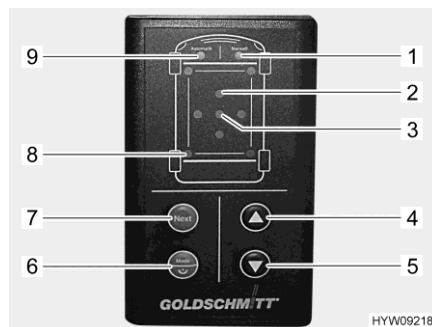

Fig. 47 Elemento di comando (piedini di stazionamento idraulici)
Quando la pendenza del veicolo è troppo elevata, il LED rosso "Inclinazione" (Fig. 47,2) lampeggia. Scegliere posizioni di sosta idonee; qualora non siano adatte, l'utilizzo dei piedini di stazionamento è a proprio rischio e pericolo.
Se a causa di un avvallamento del terreno viene raggiunta la lunghezza massima di uno dei piedini di stazionamento estratti, i LED "Funzionamento manuale" (Fig. 47,1) e "Modalità automatica" (Fig. 47,9) lampeggiano tre volte. In tal caso, chiudere i piedini di stazionamento, posizionare un supporto sotto il piedino interessato e ripetere la procedura.
- Tenere premuto per più di 1 secondo il tasto "On/Off/modalità di funzionamento" (Fig. 47,6). Dopo l'accensione, viene emesso un segnale acustico e il LED "Modalità automatica" (Fig. 47,9) si attiva.
- Premere brevemente il tasto "On/Off/modalità di funzionamento" (Fig. 47,6). La modalità di funzionamento può essere impostata su funzionamento manuale o modalità automatica. Il LED corrispondente (Fig. 47,1 o Fig. 47,9) si illumina.
- Premere il tasto "Apertura" (Fig. 47,5). La procedura di regolazione viene eseguita autonomamente. I LED "Piedino di stazionamento" (Fig. 47,8) lampeggiano quando i piedini di stazionamento sono in movimento.
- Se il veicolo è dotato di puntelli ribaltabili: Il movimento dei piedini di stazionamento si arresta dopo che questi sono stati ribaltati per consentire di posizionare sotto un supporto. Il LED "Modalità automatica" (Fig. 47,9) lampeggia rapidamente.
- Premere di nuovo il tasto "Apertura" (Fig. 47,5). La procedura di regolazione prosegue.
- Premere il tasto "Chiusura" (Fig. 47,4). I piedini di stazionamento si ritraggono completamente. I LED "Piedino di stazionamento" (Fig. 47,8) lampeggiano quando i piedini di stazionamento sono in movimento.
- In modalità automatica, premere brevemente il tasto "On/Off/modalità di funzionamento" (Fig. 47,6). Il LED "Funzionamento manuale" (Fig. 47,1) si illumina.
- Prestare attenzione ai LED "Inclinazione" (Fig. 47,2). Se un LED è illuminato, significa che il veicolo deve essere sollevato in corrispondenza del lato indicato.
- Premere il tasto "Next" (Fig. 47,7) fino a quando viene selezionato il paio di piedini di stazionamento desiderato. I relativi LED "Piedino di stazionamento" (Fig. 47,8) si illuminano.
- Premere il tasto "Chiusura" (Fig. 47,4) o "Apertura" (Fig. 47,5) fino al raggiungimento della posizione desiderata.
- Premere di nuovo il tasto "Next" (Fig. 47,7) fino a quando viene selezionato un altro paio di piedini di stazionamento. Proseguire con la procedura fino al completo allineamento del veicolo. Il veicolo è allineato quando il LED verde "Posizione ok" (Fig. 47,3) si illumina.
- Premere contemporaneamente i tasti "On/Off/modalità di funzionamento" (Fig. 47,6), "Apertura" (Fig. 47,5) e "Chiusura" (Fig. 47,4) e tenerli premuti per 3 secondi.
- Dopo la conferma acustica e l'illuminazione del LED "Posizione ok" (Fig. 47,3), rilasciare i tasti. La posizione viene salvata come Posizione ok.